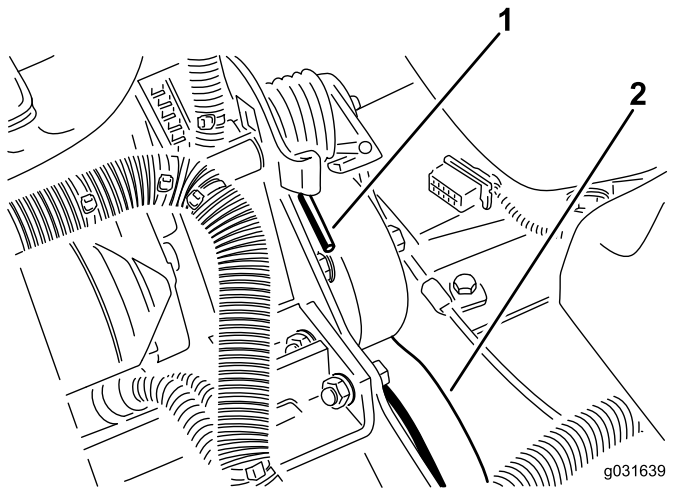

Bild 59
2. Drücken Sie das Ende der Feder ab- und vorwärts, um die Feder aus dem Bügel auszuhaken und die Feder zu entspannen (Bild 59).